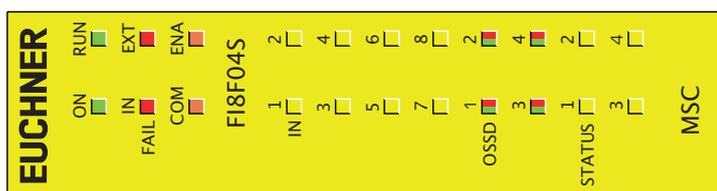

Fig. 19:
8.3.4. Módulo FI8FO4S (Fig. 19)